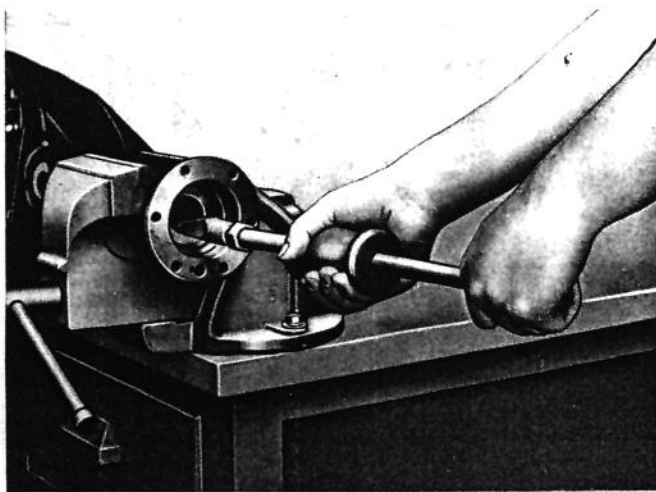

Fig. 178
- o vedador (retentor) interno, se for necessário, usando a ferramenta C-637 com o complemento em forma de garra (veja a fig. 178)